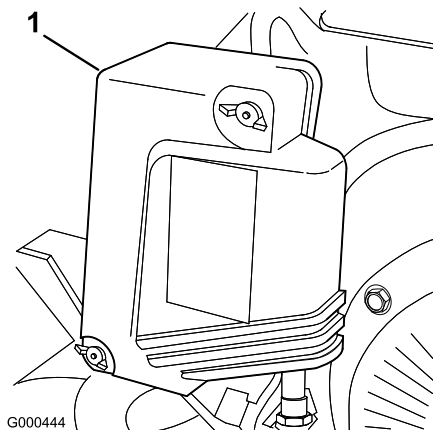

Figure 22
2. Retirez les écrous à oreille qui fixent le couvercle au filtre à air et déposez le couvercle. Nettoyez soigneusement le couvercle (Figure 22).